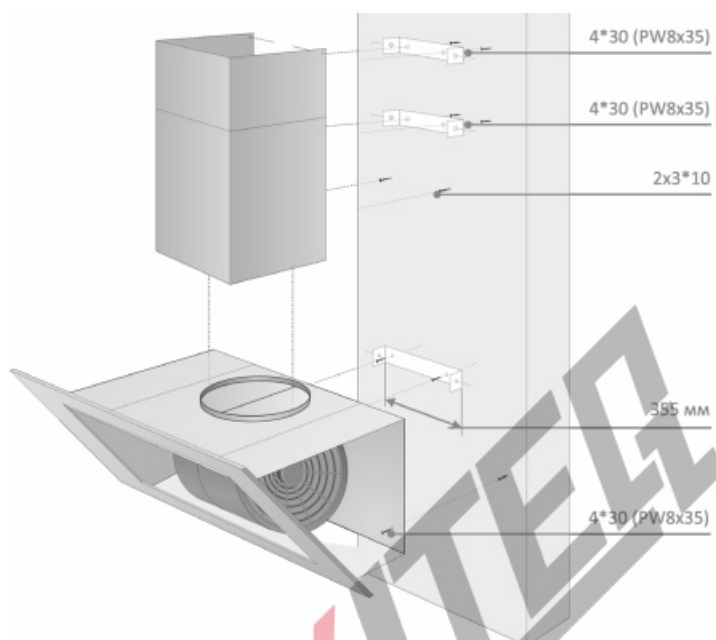

Рис. 8 Схема монтажа вытяжки
При навешивании наклонной вытяжки, перед установкой необходимо дополнительно 4 отверстия диаметром 8 мм, чтобы закрепить кронштейн болтами и дюбелями, идущими в комплекте. (Рис. 8)
2. Просверлите отверстия по отметкам (8\*40 мм). Вставьте дюбеля. Повесьте изделия и зафиксируйте саморезами (4\*30 мм). (Рис. 8)